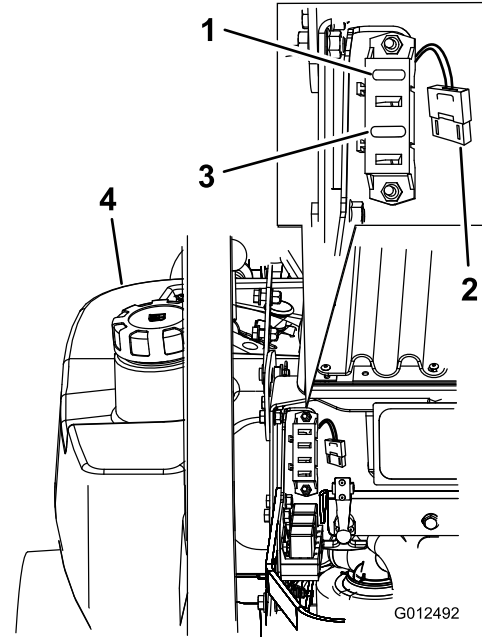

Figura 59
1. Desenganche el capó del motor y levántelo para tener acceso al portafusibles (Figura 59).
3. Instale un fusible nuevo (Figura 59).